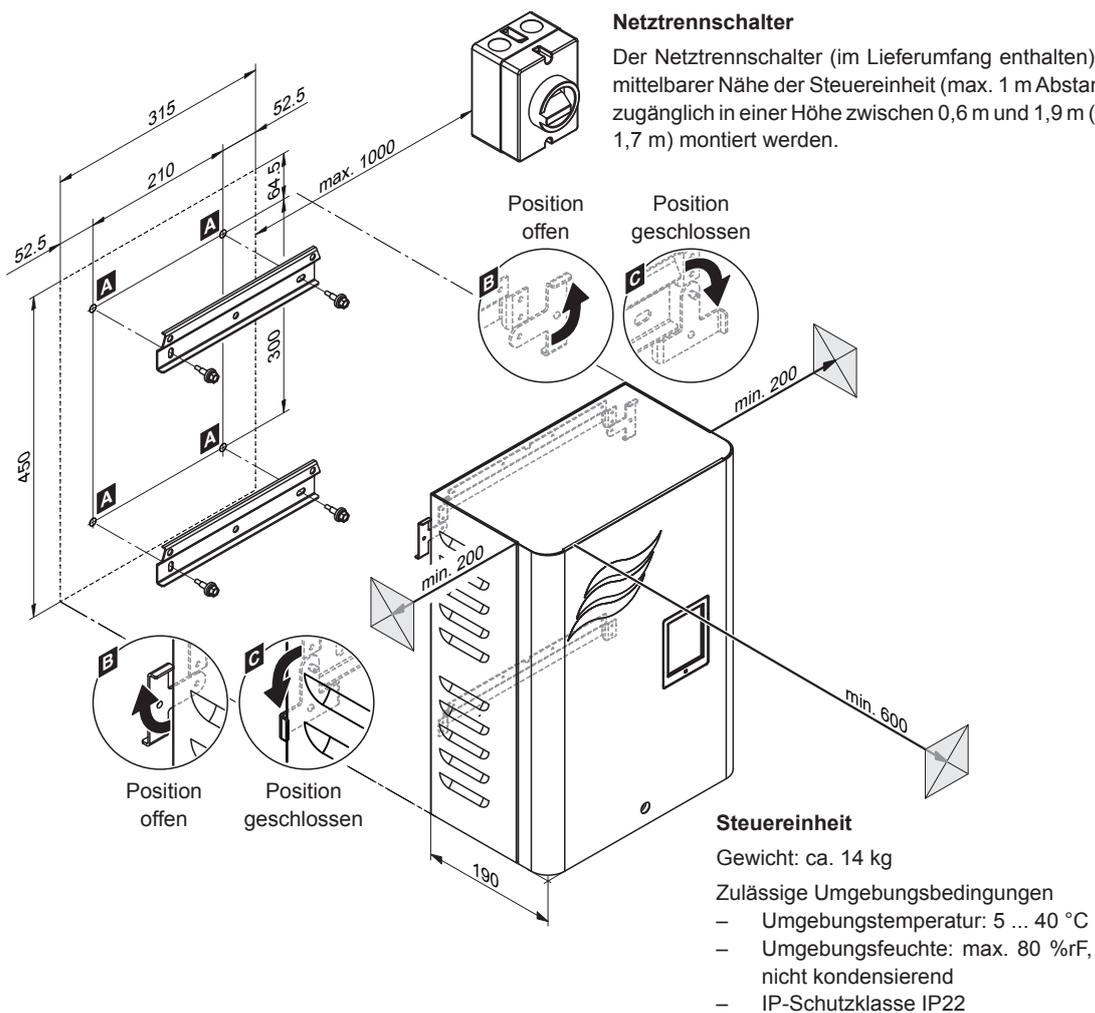

Abb. 35: Montage Steuereinheit - Masse in mm
3. Die Arretierlaschen auf beiden Seiten der Steuereinheit nach aussen drehen (geöffnete Position, siehe Detail "B" in Abb. 35).
4. Die Steuereinheit in die Wandhalterungen einhängen. Anschliessend die beiden Arretierlaschen auf der Rückwand der Steuereinheit nach innen drehen (geschlossene Position, siehe Detail "C" in Abb. 35), um die Steuereinheit an der oberen Wandhalterung zu fixieren.